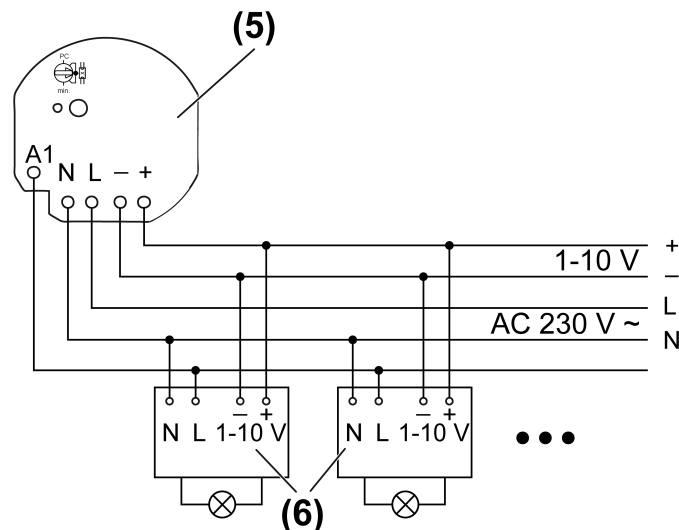

Bild 2: Anslutningsexempel
- Anslut aktuatorn (5) och 1–10 V-förkopplingsenheter (6) enligt anslutningsexemplet (bild 2). Följ tillverkarens specifikation för förkopplingsenheten.
- Montera aktuatorn i apparatdosan på ett sådant sätt att knappen **Prog** (2) och statuslysdioden (3) är synliga.